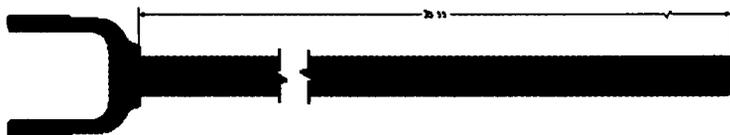

Рис. 6.10. Вставка размера в разорванном виде
- Добавьте размер длины серой части детали (рис. 6.10).